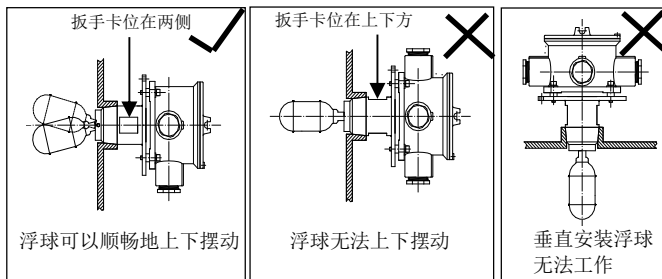

图 4.2: 安装示意图一 图 4.3: 安装示意图二 图 4.4: 安装示意图三
3. 水平螺纹安装: 安装时需在螺纹上涂抹上适量的螺纹密封胶或缠绕上适当的生料带, 以保证螺纹的密封性能以及防止螺纹发生咬死。螺纹最终拧紧时图 5 的标示位于正上方或正下方 (如此标示位于正上方则是正向安装, 反之则是反向安装), 此时扳手卡位位于两侧 (图 4.2), 以确保浮球能上下顺畅地摆动。